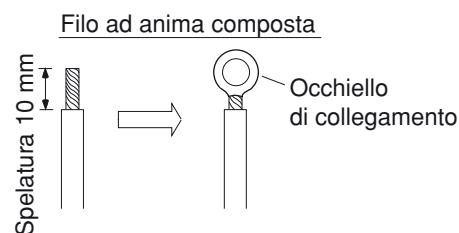

Fig. 30
- (1) Tagliare il cavo all'estremità, poi spelare la guaina per circa 10 mm e attorcigliare il filo. (Fig. 30 e 31)
- (2) Usando un cacciavite, rimuovere le viti dalla morsetteria.
- (3) Usando una fastonatrice o delle pinze, stringere bene l'estremità dei fili spelati a applicare il terminale ad occhiello di collegamento. (Fig. 30)